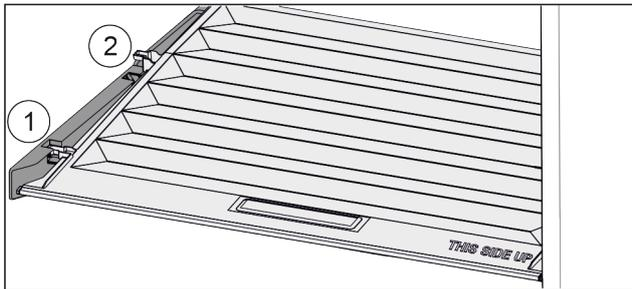

Fig. 120
- ▶ 将盖子向前拉 Fig. 120 (1)至定位件开口。
- ▶ 从下方抬起后端并向上将其移出 Fig. 120 (2)。